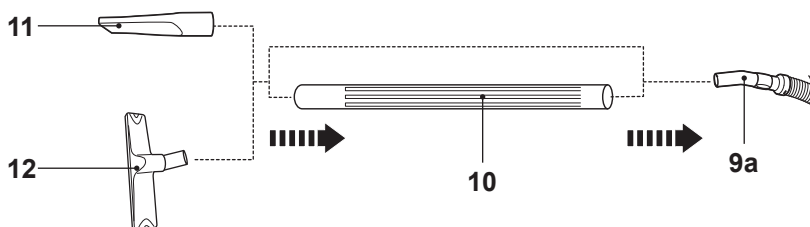

Fig. 15
- > Conecte el/los tubo(s) de extensión (10) o los accesorios (11, 12) a la agarradera del tubo (9a) si los necesita (Fig. 15).